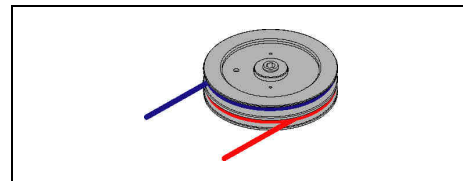

Fig. 06
- per rotazione oraria: la gola inferiore del tamburo deve essere utilizzata per il tiro della scotta (scotta rossa - Fig. 06);
- per rotazione antioraria: la gola superiore deve essere utilizzata solo per il tensionamento della scotta, non deve essere utilizzata per il tiro (scotta blu - Fig. 06);